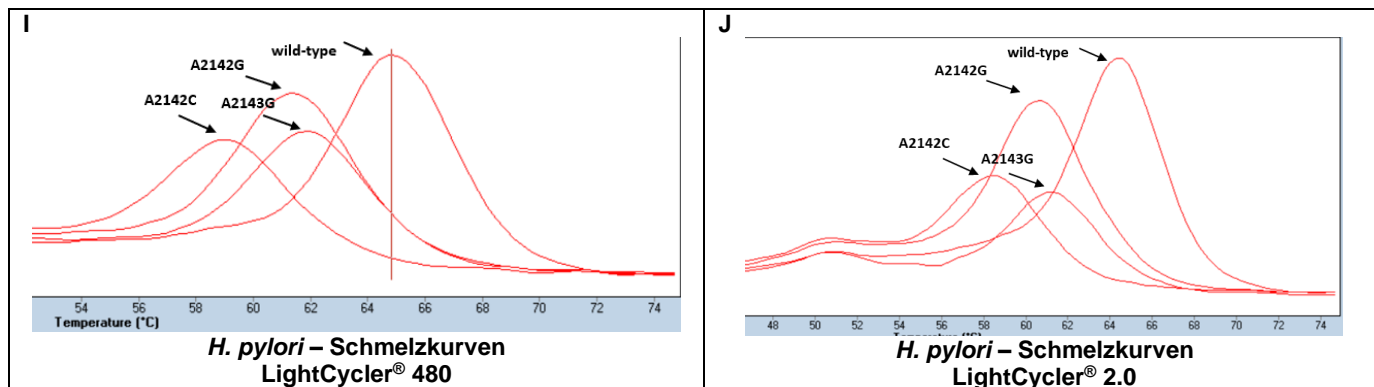

Abbildung 1 Amplifikations- und Schmelzkurven von *H. pylori* DNA
Bei manchen Patienten kann eine Doppelinfection mit dem Wildtyp und einer Mutante vorliegen. In diesem Fall (Abbildung 1 G, H) kommt es zur Bildung eines Doppelpicks in der Schmelzkurve.
12.3. Breite Schmelzkurve kann auf das Vorhandensein einer Mischinfektion deuten (Abb. 1 G, H)